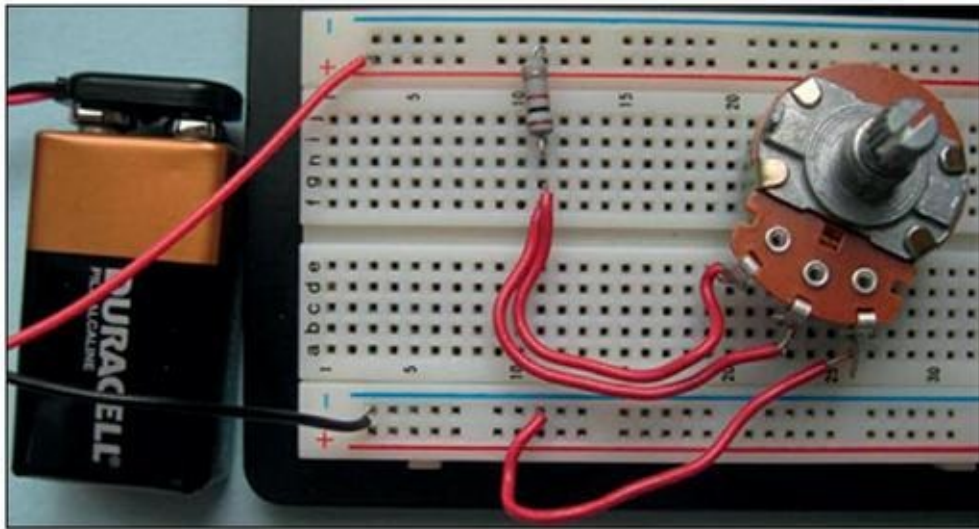

FIGURE 6-5 Dans ce circuit simple, les connexions entre les composants sont assurées par votre plaque d'essais sans soudure.
- 3. Assemblez le circuit en vous aidant de la Figure 6-5.**